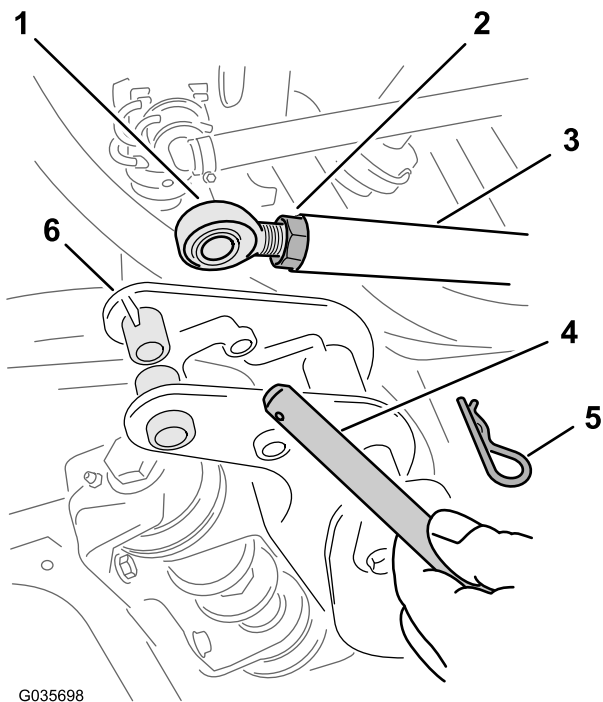

Figure 3
2. Sur les supports de pivot des sections extérieures des rampes, retirez la goupille fendue et l'axe de chape qui fixent l'extrémité de la tige du vérin de levage au support de pivot (Figure 3).
5. Desserrez les écrous de blocage du côté tige de chaque vérin de levage (Figure 3)
6. Ajustez l'extrémité des tiges des vérins jusqu'à ce que le trou au bout des tiges soit en face du trou des supports de pivot pour les sections de rampe (Figure 3).
8. Fixez les axes de chape sur les supports de pivot à l'aide des goupilles fendues (Figure 3) que vous avez déposées à l'opération 2.
9. Serrez l'écrou de blocage à la main sur chaque tige jusqu'à ce qu'il soit bien serré (Figure 3).